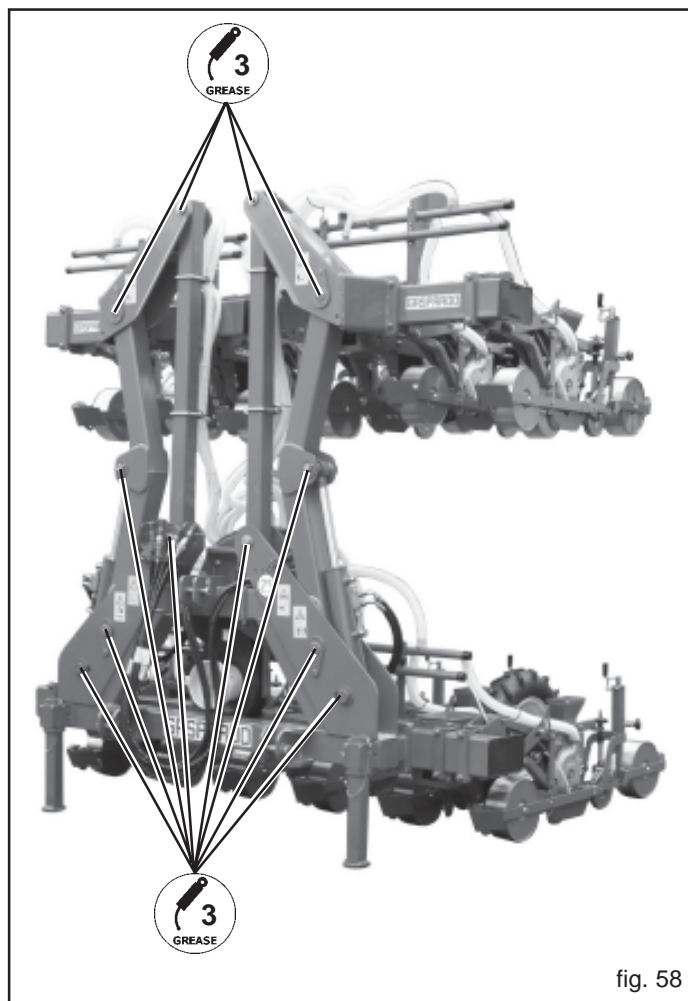

fig. 58
- Graisser les articulations du châssis (3, Fig. 58).